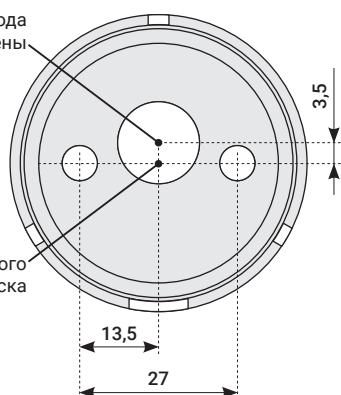

Рис.5
4.2.1. Для монтажа через скрытую проводку производитель рекомендует придерживаться следующих требований: кабель для подключения должен быть медным с сечением $3 \times 1.5 \text{ мм}^2$. Точка вывода кабеля из стены проходит через опорный диск (рис. 5).
5.2. Выбор различных режимов работы устройства (включение) происходит при последовательном нажатии на кнопку управления (см. рис. 5, 13), находящуюся на торце изделия: